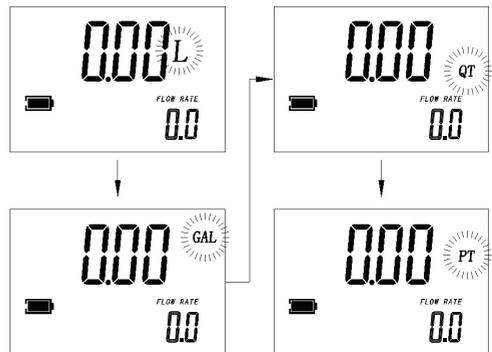

Fig. 6
• Changement d'unité de mesure (voir Fig. 6)